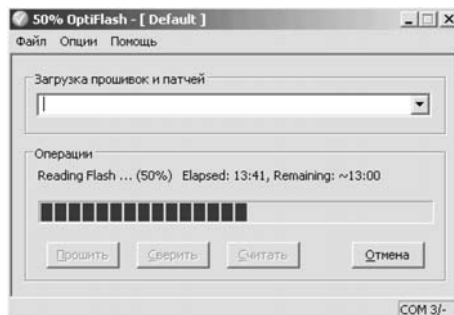

Рис. 1.6. Использование OptiFlash
5. Нажимают кнопку выполнения требуемой операции (считать, прошить, сверить для, соответственно, сохранения дампа памяти, перепрограммирования телефона или сравнения содержимого его Flash-памяти с файлом) — см. рис. 1.6.